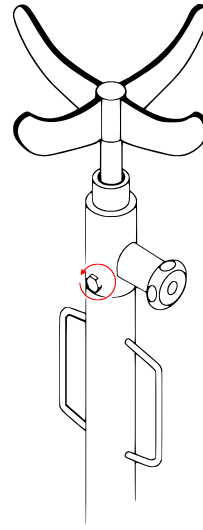

Figure 2
5. Placez le support sur l'extrémité supérieure de l'arbre, desserrez la vis (Fig. 2, orifice de remplissage d'huile) pour que l'air puisse s'échapper, et soulevez le vérin sans charge. Appuyer sur la pédale pendant que la vis est serrée endommagera la pompe hydraulique. La vérin ne pourra alors plus être utilisée. Après avoir abaissé le vérin, il est maintenant prêt à être utilisé.